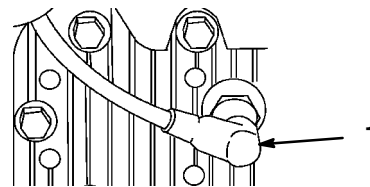

Figure 29
2. Débrancher la bougie (Fig. 29).
- Débrancher la bougie (Fig. 29).
2. Retirer la bougie (Fig. 29).